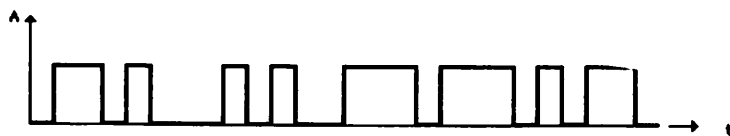
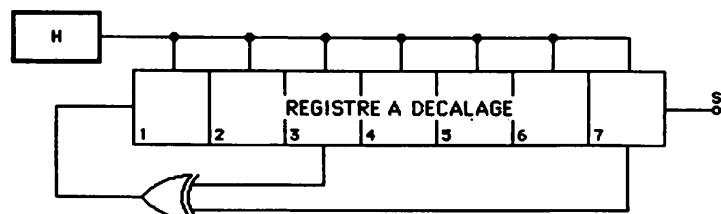

Figure 5 — Série de bits pseudo-aléatoires.
Figure 6 — Générateur de séquence binaire pseudo-aléatoire.
Le changement de fréquence charnière de l'exemple précédant semble s'effectuer de manière aléatoire et pourtant, il n'en est rien. En effet, les circuits logiques permettent aujourd'hui de générer des séries de bits pseudo-aléatoires de très longue durée (figure 5). On utilise des registres à décalage montés en cascade. On prélève le contenu du dernier registre et celui d'un registre intermédiaire que l'on combine dans une porte OU exclusif. La sortie de cette porte est réinjectée dans le premier registre. Si l'on choisit judicieusement le point de prélèvement intermédiaire, on dira que la séquence de bits obtenue en sortie est de longueur maximale, c'est-à-dire égale à $2^N - 1$, N étant le nombre de registres utilisés (figure 6). A la mise en marche des appareils, les deux
* Correspond au schéma de la figure 6.